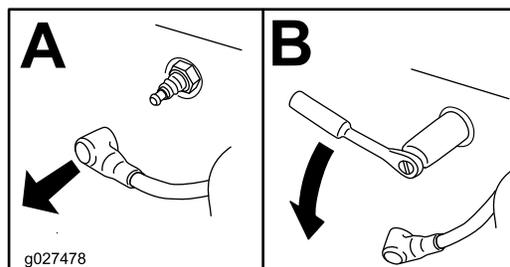

Figura 46
4. Rimuovete la candela (Figura 46).